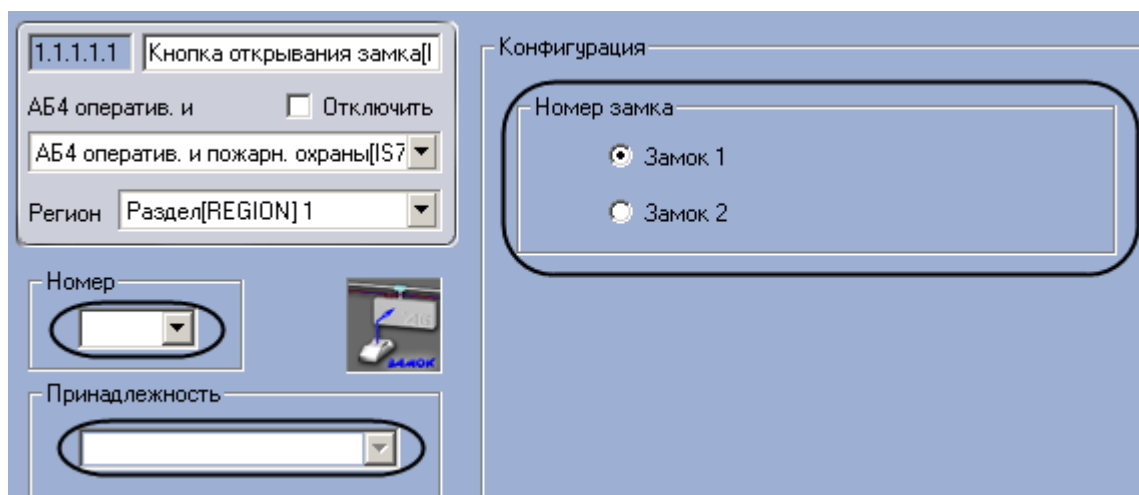

Рис. 3.7—12. Настройка кнопки открывания замка
2. Из раскрывающегося списка **Номер** выбрать аппаратный адрес кнопки открывания замка (см. Рис. 3.7—12, 1).
3. Из раскрывающегося списка **Принадлежность** выбрать объект **Зона доступа** или **Зона охраны и доступа**, к которому относится данная кнопка (см. Рис. 3.7—12, 2).